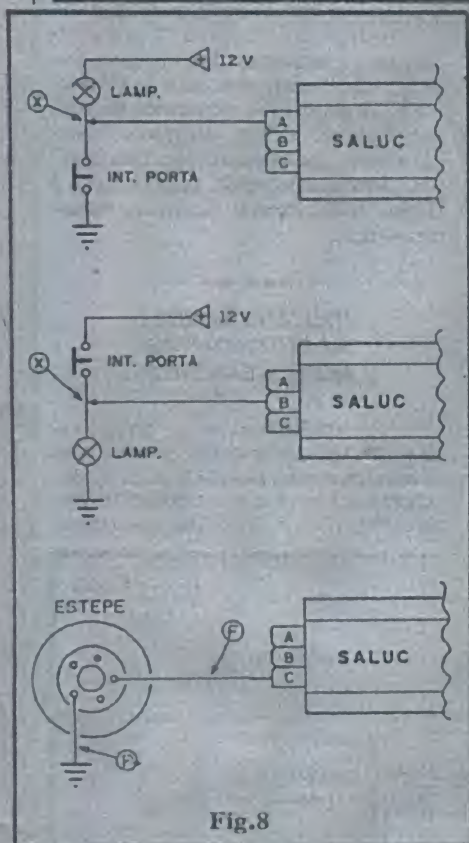
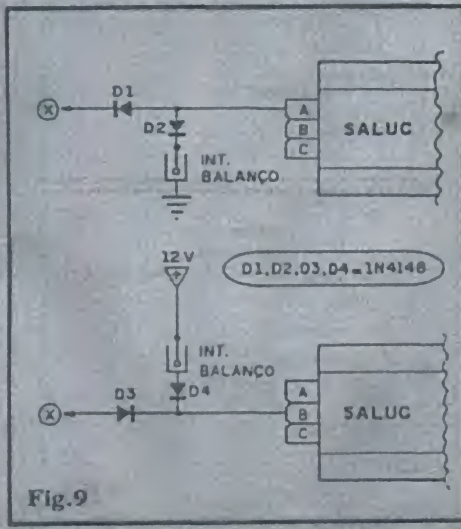

Fig. 8
Fig. 9
- FIG. 8-A - Como é ativada por momentânea "negativação", se a Entrada "A" for controlada por um interruptor de porta (que normalmente acende a luz interna, de "cortesia"...), a conexão deverá ser feita ao ponto "X" indicado... Esse esquema vale, obviamente, para o caso (mais comum) do interruptor de porta ter um "lado" normalmente "aterrado", e o outro eletricamente ligado à lâmpada (cujo "outro" lado fica, permanentemente, energizado pelos 12V positivos...). Notem que nada precisa ser "mexido" ou modificado no sistema elétrico ou cabagens originais do veículo, bastando acrescentar a ligação "X"...
- FIG. 8-B - Em alguns casos, o interruptor de porta pode ser originalmente ligado conforme o diagrama, com um "lado" permanentemente recebendo os 12V positivos, e o "outro" conectado à lâmpada, que - por sua vez - tem o seu outro terminal "aterrado"... Em tal configuração, deve ser usada a Entrada "B" de sensoramento, acoplada eletricamente ao ponto "X" (nada precisa ser alterado nas conexões originais entre interruptor, lâmpada e alimentação do sistema elétrico do veículo...). Notem que, em qualquer dos casos (8-A ou 8-B) conexão de sensoramento é sempre feita entre o interruptor e a lâmpada...
- FIG. 8-C - A proteção de equipamentos (de estrutura metálica) que ficam normalmente dentro do carro (rádio, toca-fitas, estepe, macaco, etc.) também já foi descrita, mas o diagrama torna as "coisas" mais claras... O exemplo é dado "em cima" do estepe, mas a organização vale para qualquer dos casos sugeridos... Basta efetuar com fio fino (fácil de "arrebentar") e isolado, as conexões marcadas com
A fig. 9 dá algumas "dicas" elementares de como ligar ou acrescentar outros sensores (interruptores momentâneos de balanço ou vibração, chaves de mercúrio, REEDs, etc.) ao sistema centralizado no SALUC. Em 9-A temos o diagrama para aproveitamento da Entrada "A", e em 9-B para a utilização da Entrada "B"...
Em qualquer dos dois exemplos, os diodos 1N4148 apenas serão necessários se o Leitor/Hobbysta pretender fazer também as conexões ao interruptor de porta (fig. 8). Se a idéia for utilizar apenas os interruptores de balanço (ou outro tipo, sensível...), os diodos não precisam ser intercalados, podendo os ditos sensores serem ligados diretamente (entre "A" e "massa", no primeiro exemplo, ou entre "B" e 12 VCC positivos, no segundo...)
- Imediatamente antes de sair do carro, o motorista liga o interruptor oculto do SALUC, com o que "ganha" cerca de 20 segundos para abandonar o veículo (dá tempo de sair toda a tropa, mesmo que a família seja grande...) e fechar as portas eventualmente monitoradas (fig. 8), considerada também uma boa "tolerância" para que cessem vibrações e balanços que ativariam sensores outros (fig. 9). Apenas decorridos tais 20 segundos (alteráveis, conforme explicamos no início...) é que o SALUC iniciará o seu plantão de vigilância...
- Voltando ao carro, o usuário tem cerca de 5 segundos para, após abrir a porta eventualmente monitorada (fig. 8), desligar o interruptor secreto (se não o fizer, nesse "prazo", o SALUC dispara...). Na verdade, quanto mais curta for essa "carência" de Entrada, melhor (para efeito de segurança, uma vez que ladrões realmente espertos e "profissionais" podem fazer "mil e uma", em poucos segundos...). No entanto, para o motorista, conhecedor da posição ocupada pelo interruptor, bastarão na realidade uns 2 ou 3 segundos para a operação, portanto... Quem for do tipo "molengão", contudo, poderá ampliar esse "prazo", nos conformes das explicações dadas no início do presente artigo...